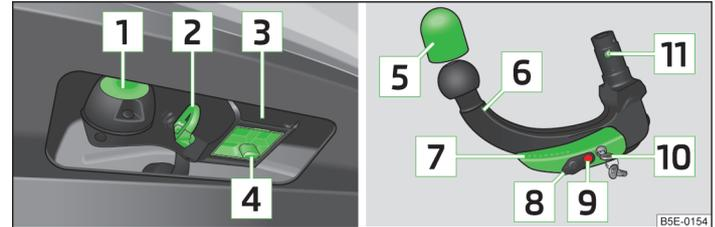

Abb. 137 Träger der Anhängevorrichtung / Kugelstange
- Die Abdeckkappe **4** » Abb. 137 auf Seite 170 auf den Aufnahmeschacht stecken.
- Die Schutzkappe **5** » Abb. 137 auf Seite 170 nach oben abnehmen.